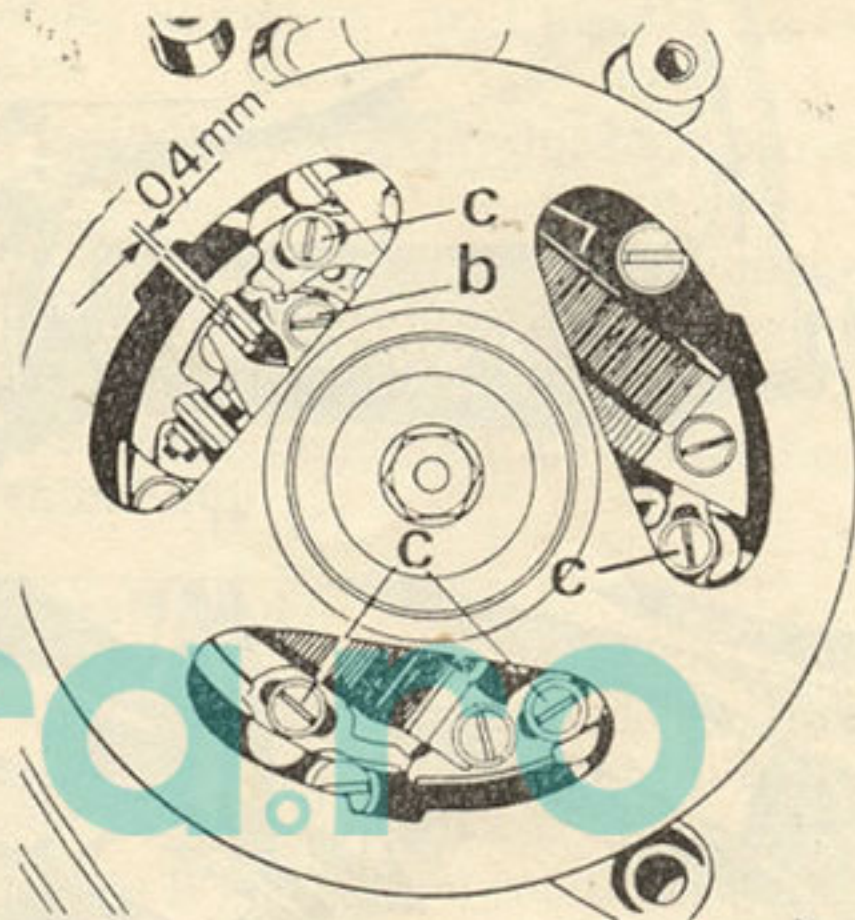

Fig. 20
2. Slăbiți șurubul „b“ (fig. 20) și reglați distanța între contacte la 0,35—0,45 mm, controlînd-o cu lama calibrată din trusa de scule. Strîngeți la loc șurubul „b“.